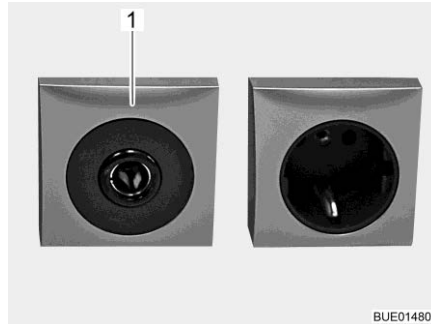

Fig. 184 Presa 12 V/10 A
- ▷ Alle prese (Fig. 184,1) della rete di bordo a 12 V, connettere solo apparecchi funzionanti al massimo a 10 A.